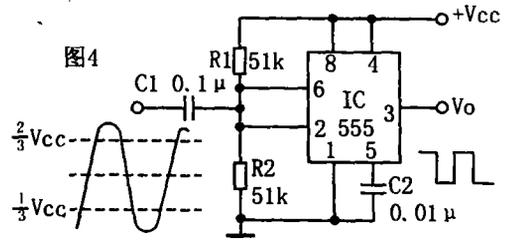

图4
(3) 施密特触发器
施密特触发器电路原理如图4所示。用电阻器R1、R2等值电阻器把IC第②、⑥脚的直流电位置于电源电压1/2Vcc处, 输入交流电压通过电容器C耦合, 其值在2/3Vcc~